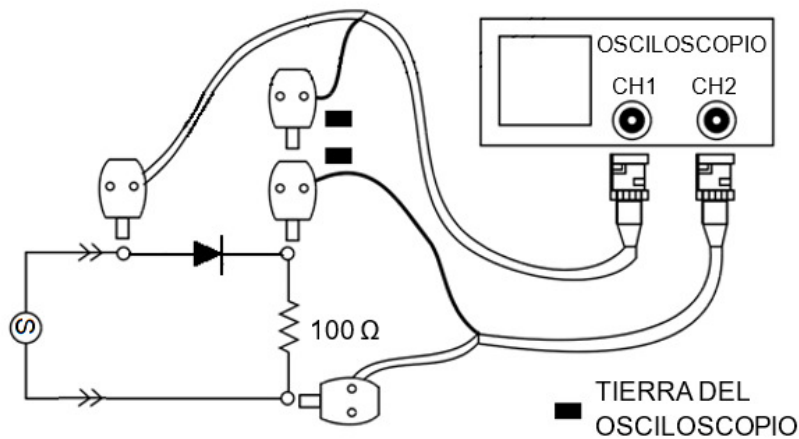

Figura 15.4: Circuito ensamblado con el osciloscopio, la resistencia de $100\ \Omega$ y el diodo
- 4) Establezca el circuito de la figura 15.4 para estudiar la curva característica de un diodo de unión (E3).